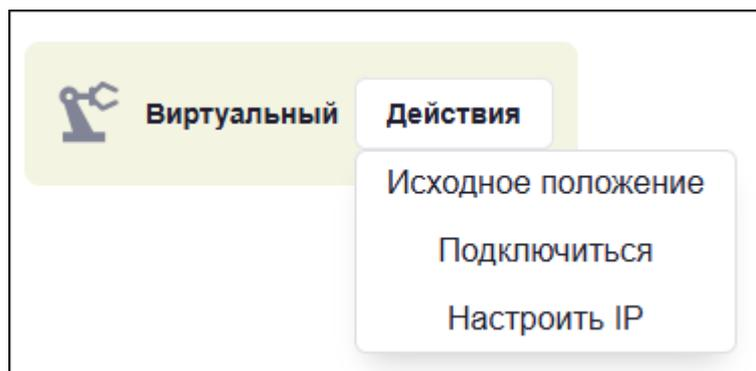

Рисунок 19 – Контекстное меню действий манипулятора
- нажмите кнопку «Действие», отобразится контекстное меню действий манипулятора (Рисунок 19);